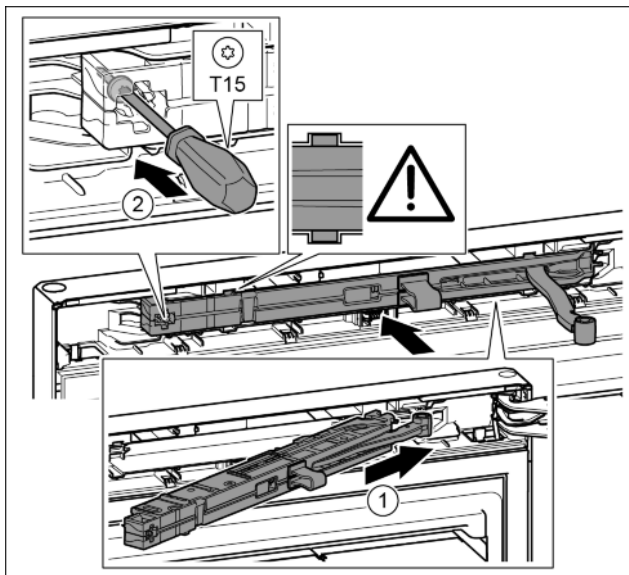

Fig. 24
- ▶ Вставить узел амортизатора со стороны опорного кронштейна в выемку до упора под наклоном. Fig. 24 (1)
- ▶ Затянуть винт отверткой T15. Fig. 24 (2)